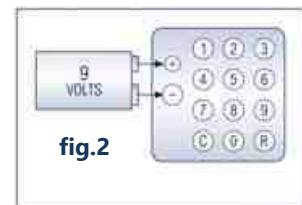

fig.2
1. Poser la batterie de 9 V (fig. 2) en respectant la polarité, et la garder pendant toute la durée des opérations suivantes;